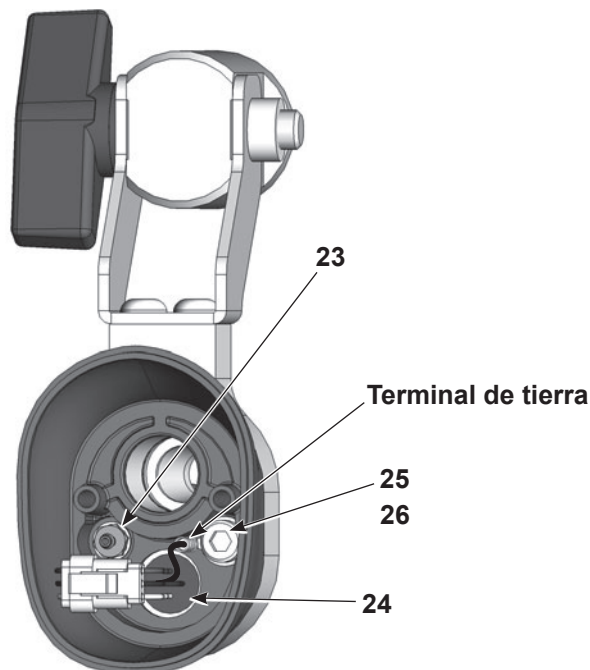

Figura 17 Desmontaje de la pistola - Sustitución del receptáculo para cable y del racor dentado
5. Insertar un destornillador pequeño de cabeza plana en la ranura de los conectores del cableado y separar el cableado del receptáculo (24) del cableado del suministro de tensión.
6. Ver la Figura 17. Desconectar el tubo de limpieza de aire transparente del racor dentado (23) situado en el interior del cuerpo posterior.
- a. Ver la Figura 17. Utilizar una llave hexagonal de 4 mm para quitar el tornillo de cabeza hexagonal (25) y la arandela (26) y desconectar el terminal de tierra.
- g. Ver la Figura 17. Conectar el terminal de tierra a la tapa final con el tornillo de cabeza hexagonal y la arandela (25, 26).
16. Ver la Figura 17. Conectar el tubo de limpieza de aire al racor dentado y el cableado del suministro de tensión al cableado del receptáculo para cable.